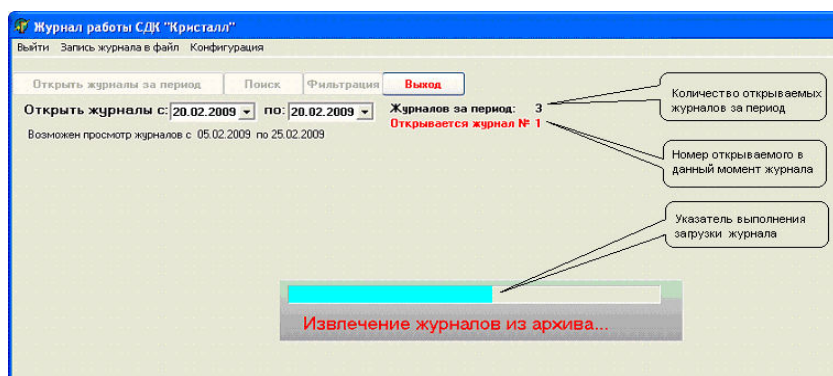

Рис.19. Загрузка журналов за период.
- после выбора периода нажать на кнопку «Открыть журналы за период» и подождать загрузки журналов, при этом панель журнала работы приобретет вид, показанный на рис.19. После загрузки журналов работа с ними производится также как и с текущим журналом.